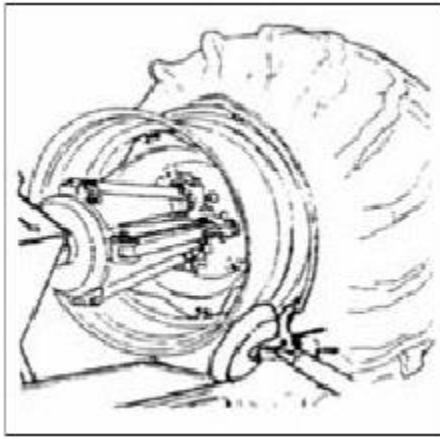

Рис. 20
- 10) Снимите зажим.(см Рис. 20)